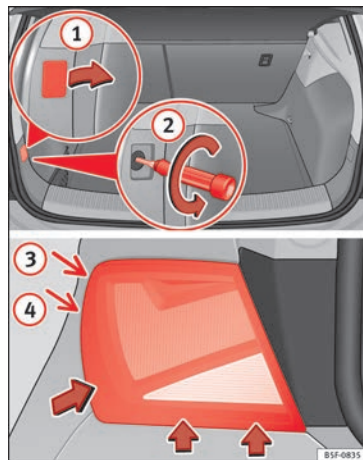

Fig. 111 Maletero: posición del tornillo de fijación para la unidad de luz trasera. Desmontar la unidad de luz trasera en la aleta.
- Retire la cubierta haciendo palanca con el lado plano de un destornillador en el rebaje y retire la cubierta de la abertura »» **fig. 111 ①**.
- Desenrosque cuidadosamente con un destornillador el tornillo que hay detrás en sentido contrario a las agujas del reloj (flecha) »» **fig. 111 ②**.
- Bascule el piloto en la dirección de las flechas hasta que salga de su alojamiento (posiciones ③ y ④) »» **fig. 111**.